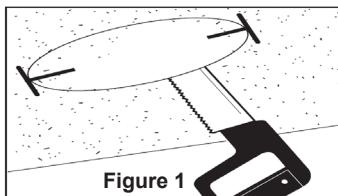

Figure 1
- Utilisez le gab-arit de perçage fourni s'il est nécessaire de faire un nouveau trou. S'il est nécessaire de couper le plafond, placez le gabarit à l'emplacement voulu. Marquez le cercle correspondant à la bague extérieure à l'aide d'un stylo ou d'un crayon (non fourni). Découpez l'ouverture à l'aide d'une scie (non fournie). Utilisez un support encastrable rond au plafond (non inclus) pour les trous mal percés ou surdimensionnés. (Figure1)